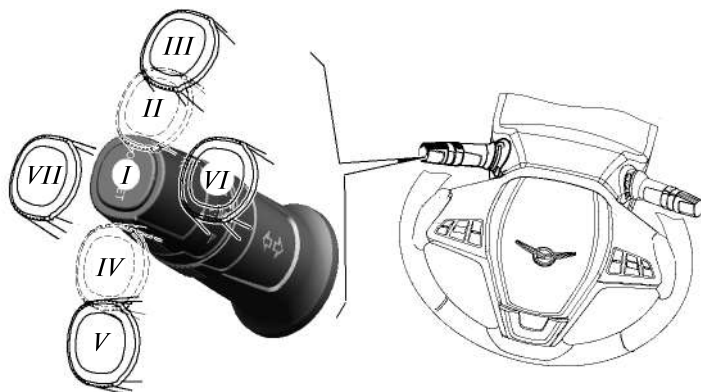

Рис. 3.11. Схема перемещения левого рычага подрулевого переключателя при управлении указателями поворота и света фар (наименование позиций см. в тексте)
**Переключатель указателей поворота и света фар** имеет следующие положения (рис. 3.11)